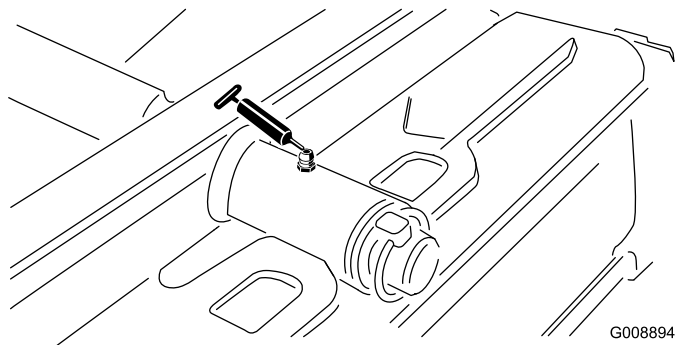

Figura 31
- Articulação da unidade de corte traseira (Figura 31)